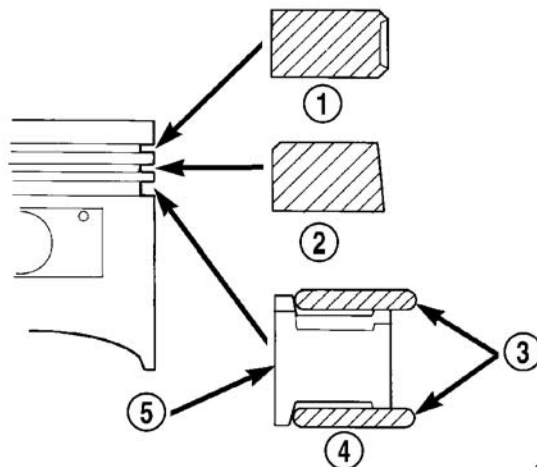

图 85 安装活塞环
(1) 在活塞顶面安装活塞环，请将制造厂商标记（若有的话）朝上（图 85）。